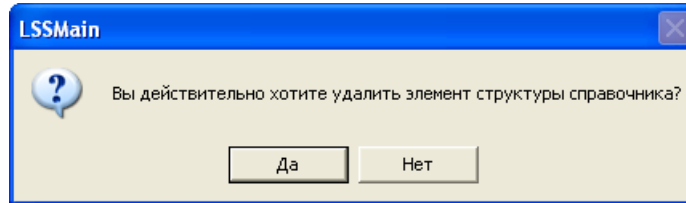

Рис. 3-7
3. В появившемся окне подтвердите удаление выбранного раздела (рис. 3-7).